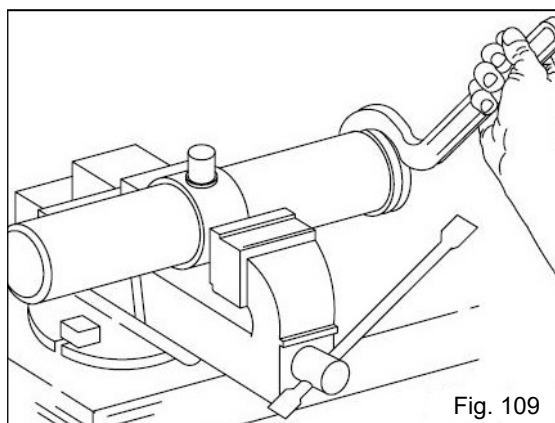

Fig. 109
- Fixe o cilindro em uma morsa (Fig. 109) e com uma chave especial, solte a porca do guia, retirando a haste com o êmbolo;